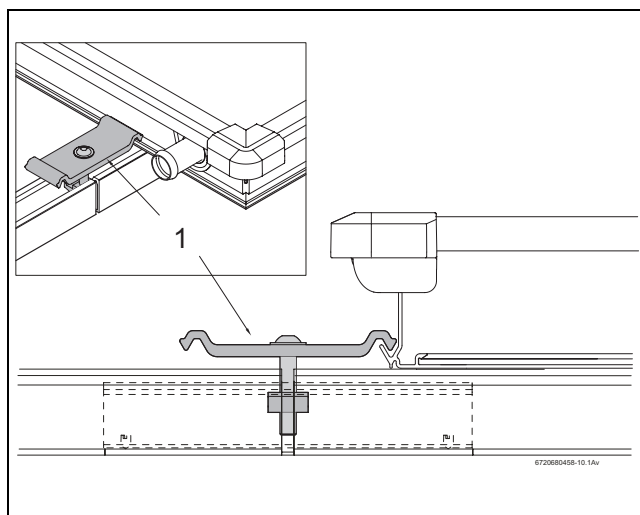

Fig. 40 Montaje del tensor bilateral del captador
- Coloque el tensor bilateral del captador con la tuerca hacia delante en la abertura del perfil guía y de la pieza de unión de tal forma que el distanciador de plástico (Fig. 40, [1]) envuelva al perfil guía.